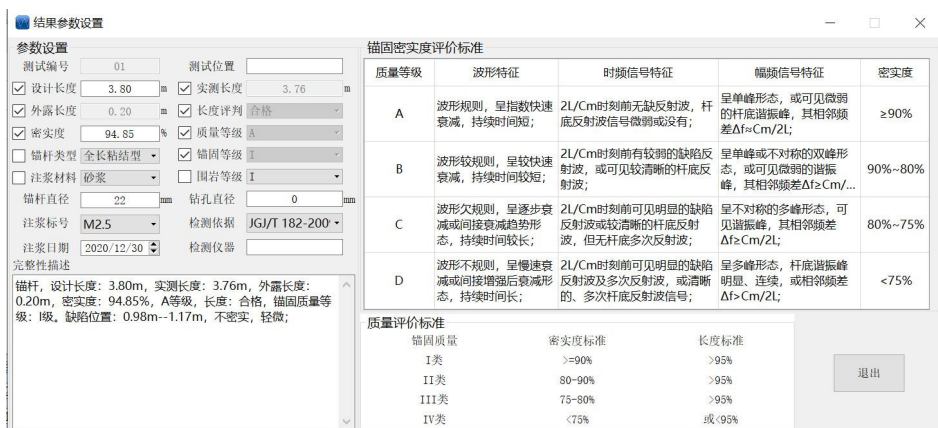

图 4-8 结果参数设置
- 结果参数设置：显示数据判读结果以及锚固密实评价标准，如图 4-8 所示，快捷键为 .